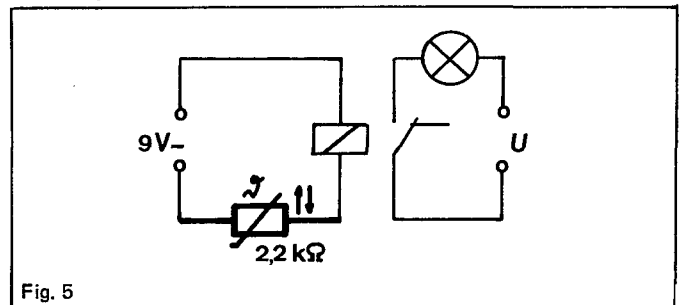

Fig. 5
4.5 NTC-Widerstand 2,2 kΩ als automatischer Feuermelder (Fig. 5).